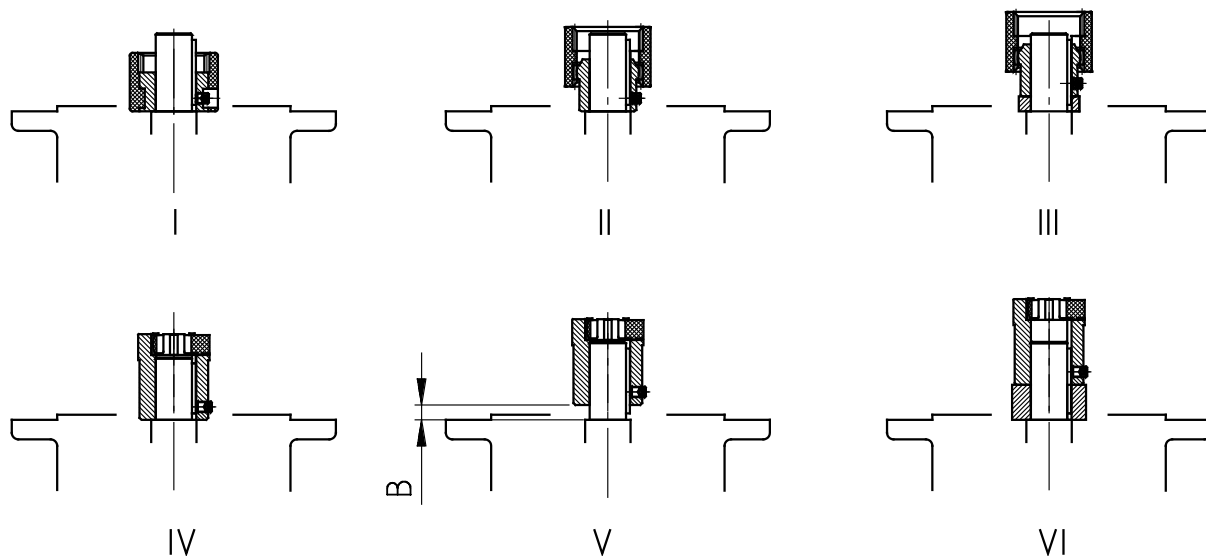

Bild 17: Montera koppling på motoraxeln vid olika kopplingsutföranden
3. Dra kopplingsnavet på motoraxeln enligt motortillverkarens uppgifter tills flänsen tar emot. Lägg eventuellt de medföljande distanshylsorna mellan kopplingsnavet och flänsen på motorstorlekarna 90, 160, 180 och 225. Ge akt på måttet B mellan kopplingsnavet och flänsen på raka standardväxlar (se "Bild 17"). På vissa **NEMA-adaptrar** måste kopplingen justeras in enligt uppgiften på klistermärket.